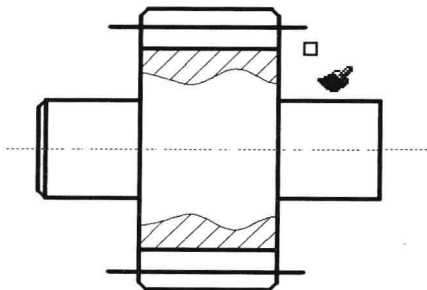

图 6-3-5
(1) 在“常用”选项卡“特性”面板中，单击“特性匹配”按钮，或依次选择菜单命令“修改/特性匹配”，命令行提示“选择源对象”，单击点划线，此时光标转换为刷子图标，表示开始特性匹配操作，如图6-3-5所示。